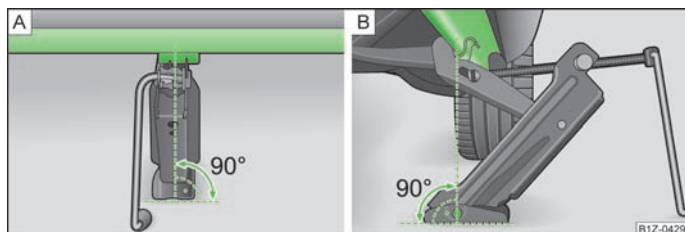

Abb. 132 Wagenheber ansetzen
- Den Wagenheber so ansetzen, dass die Klaue den Steg » Abb. 132 - B unter der Einprägung in der Seitenfläche des Unterholms umfasst.
- **Abb. 132** zur Stelle, an der die Klaue den Steg umfasst, befindet.